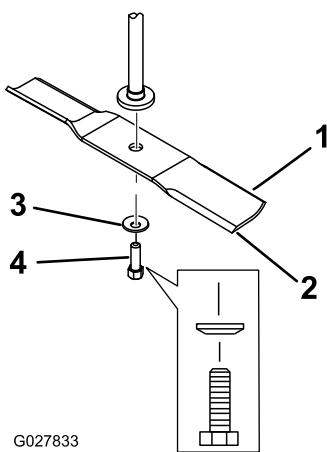

Figura 63
2. Togliete il bullone, la rondella curva e la lama dall'asse del fusello (Figura 63).
1. Montate la lama sull'asse del mandrino (Figura 63).
2. Montate la rondella curva (lato concavo verso la lama) e il bullone della lama (Figura 63).